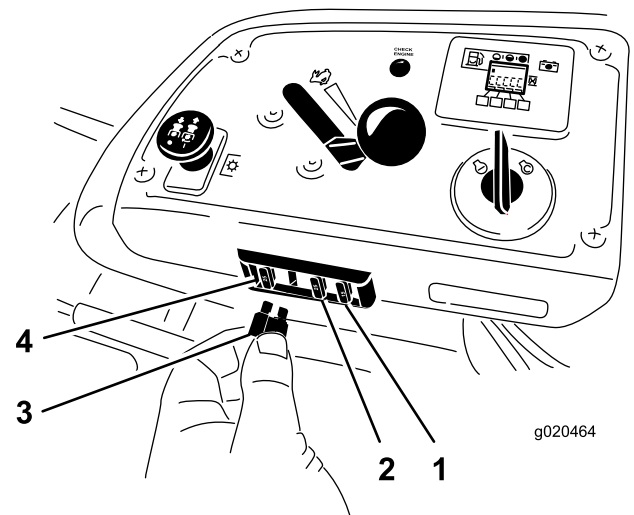

Figura 61
1. Los fusibles están situados en la consola, a la derecha del asiento (Figura 61).
3. Instale un fusible nuevo (Figura 61).